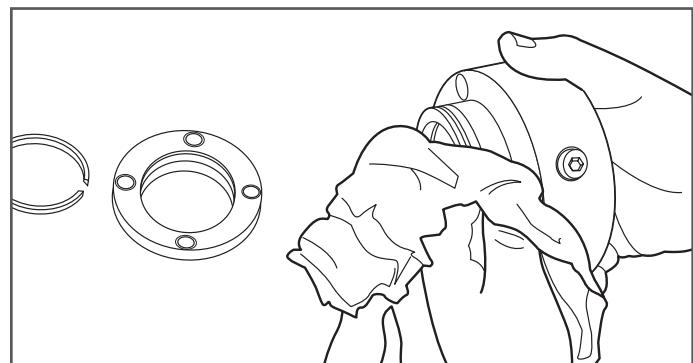

Figure 9-2
2. Avant de reposer le raccord DoubleTrac®, essuyez soigneusement tous ses composants (Figure 9-2).